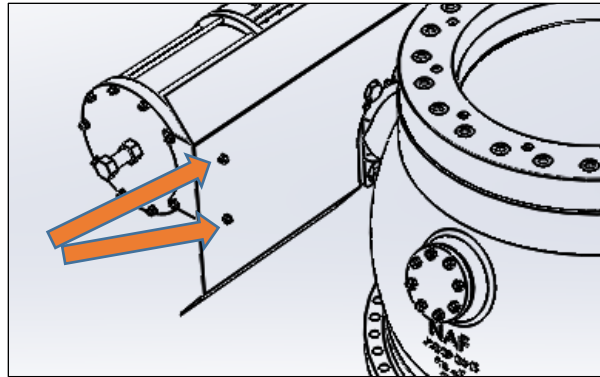

Abbildung 3: Entfernen des Hitzeschildes
1. Entfernen Sie das Hitzeschild (65) durch Entfernen der in Abbildung 3 angegebenen 4 Schrauben. Seien Sie vorsichtig beim Entfernen des letzten Satzes der Befestigungselemente.
2. Verwenden Sie einen Markierer/Bleistift und markieren Sie eine Linie auf der Jammerplatte (22) und dem Stellglied (101). Diese Linie wird später helfen, das Stellglied wieder in die gleiche Position zu bringen.